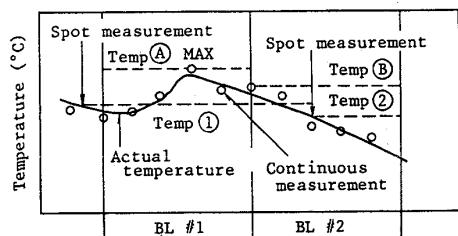

Fig. 4. General figure of
5. 連続測温実操業化時の品質管理について 連続測温実操業化に伴い連続測温値による品質管理を開始した。その概念図をFig. 4に示す。スポット測温では、あるポイントでの測温値は次の新たな測温値が入るまで継続される。一方、連続測温では、20秒毎のデーターを1m毎に編集する。したがって、铸片代表温度は、BL#1の場合スポット測温ではTEMP①、連続測温ではTEMP④となる。以上から連続測温プロバ化により铸片単位の品質管理を、より正確かつ厳密に行う事が出来る。